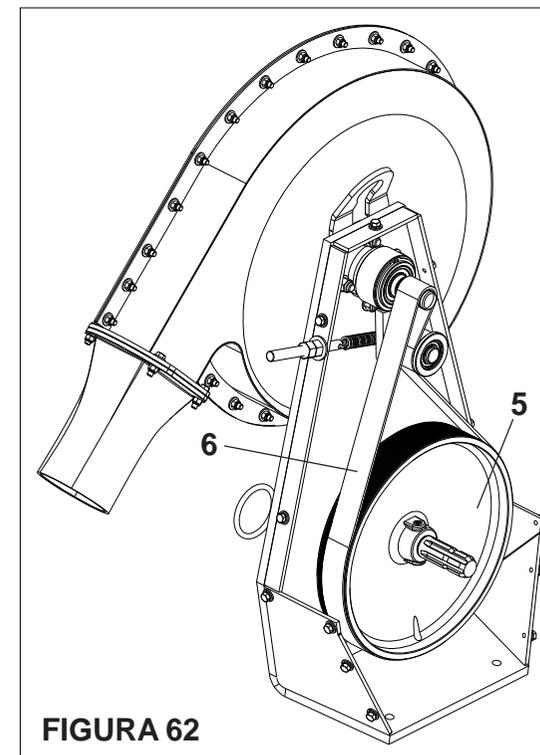

FIGURA 62
### COMPENSAÇÃO DE ROTAÇÃO (FIGURA 62)
14 - Substitua a polia (5) e a correia (6), as quais encontram-se no catálogo de peças módulo opcional. (FIGURA 62)